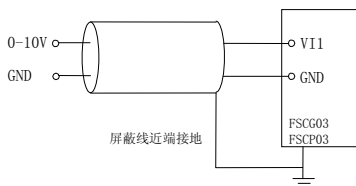

图 2-30 VI1 端子模拟信号输入接线示意图
2.12.1 VI1 (0~+10V) 端子接受模拟信号输入, VI1 端子模拟信号输入接线示意图如图 2-30 所示。